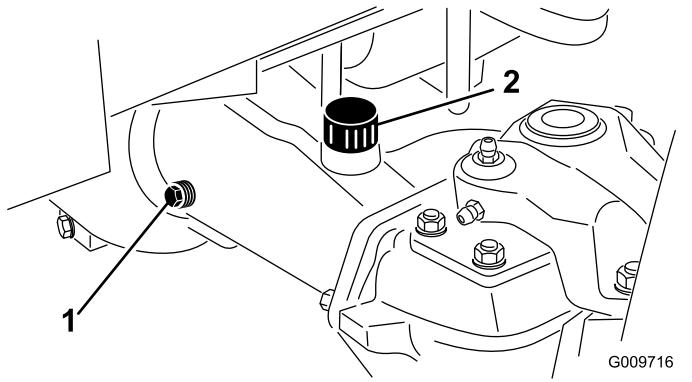

Рисунок 69
- Снимите контрольную пробку с одного конца моста (Рисунок 69) и убедитесь в том, что смазочное масло доходит до низа отверстия.
- Если уровень низкий, снимите заливочную пробку (Рисунок 69) и добавьте масло, чтобы довести его уровень до низа отверстия контрольных пробок.